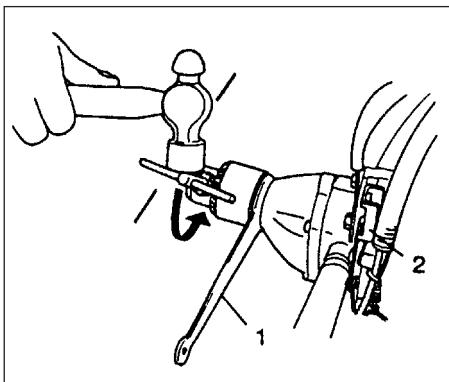

Fig. 2-6
• Om de boorhouder veiliger vast te draaien, kunt u de aandrijfjas fixeren door een 19mm moersleutel (1) tussen de drijfwerkakast en de boorhouder te plaatsen. Activeer de vergrendelingsschakelaar (2) en sla vervolgens met een hamer tegen de boorhoudersleutel (met de wijzers van de klok mee) om de boorhouder vast te draaien. (TED-270PFL/270PFLS/270PFDH/270PFDLS/270PFHS) (Fig. 2-6)